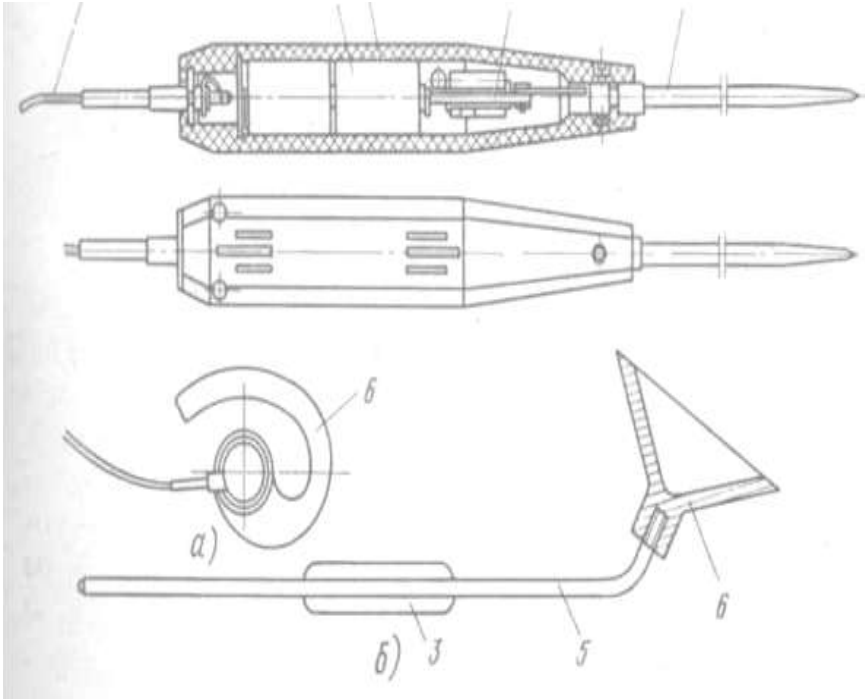

Рис. 3. Стетоскопы
1. Изучить устройство и принцип действия стетоскопов и описать их (рис. 3)